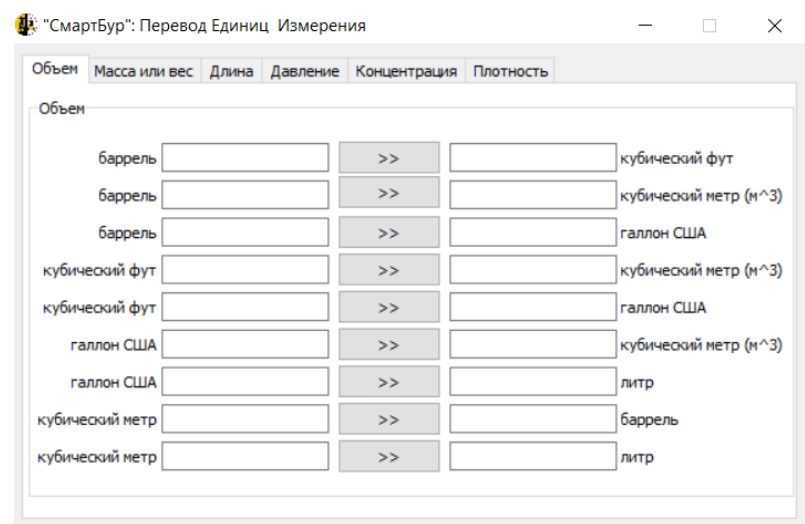

Рисунок 2 – Главное окно программного комплекса
- 1)  – калькулятор перевода единиц измерения (рисунок 2);